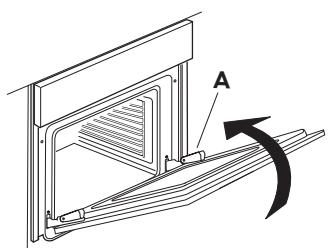

Fig. 2
3. Pecha a porta todo o que poidas (A), levántaa (B) e xíraa (C) ata liberala (D) (Fig. 2, 3, 4).